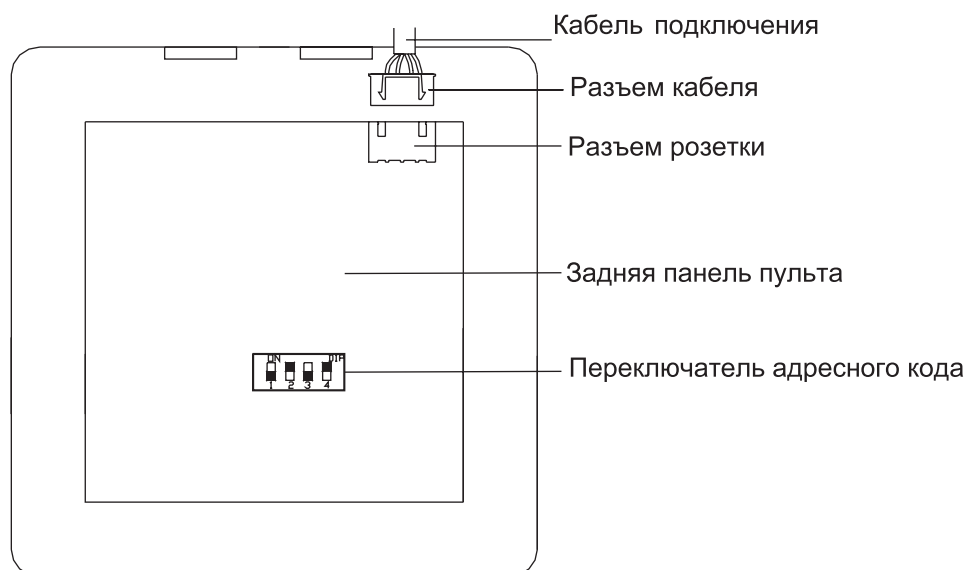

Рис. 14.2 — Подключение кабеля управления
- Соедините разъемы соединительного кабеля и пульта (см. рис. 14.2)